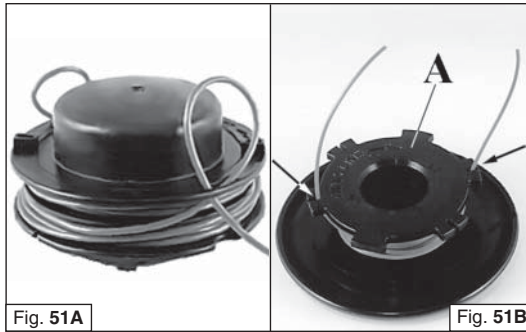
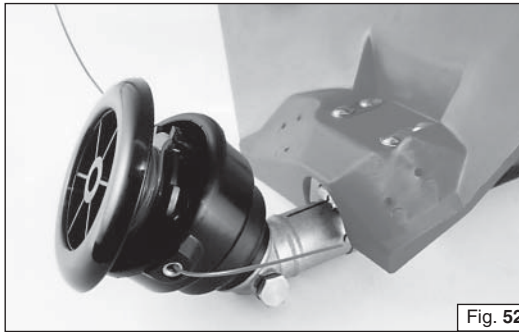

Fig. 51B
Fig. 52
- 3 - Terminato l'avvolgimento del filo, bloccarlo nelle apposite tacche come indicato in Fig. 51 B. Montare la molla. Infilare il filo attraverso gli occhielli (Fig. 52), tirarlo verso l'esterno e sbloccarlo. Bloccare la testina con il pomello.
- 3 - Un vez finalizado el enrollado, bloquee cada hilo en su correspondiente muescas como se indica en la figura 51 B. Instale el muelle, pase el hilo a través de los ojales (Fig. 52), tirelo hacia afuera y desbloquee. Bloquee el cabezal mediante el pomo.
- 3 - Après avoir terminé l'enroulement du fil, bloquer-le dans les entailles spéciales, comme indiqué en la Fig. 51 B. Monter le ressort. Introduire le fil à travers les œillets (Fig. 52), tirer-le vers l'extérieur et débloquer-le. Bloquer la tête avec le pommeau.
- 3 - Nadat de draad gewikkeld is, moet hij worden vastgezet in de gleuven zoals aangegeven op Fig. 51 B. Monter de veer. Steek de draad door de ogen (Fig. 52), trek hem naar buiten en nee blokker. Zet de kop vast met te verdraaien.
- 3 - At the end of the winding, lock in the notches (Fig. 51B). Assemble the spring. Slip the line through the eyelet (Fig. 52), pull it towards the outside and unlock. Lock the head with the knob.
- 3 - Terminado o enrolamento do fio, bloqueie-o nas apropriadas fendas como indicado na Fig. 51 B. Monte a mola. Enfie o fio através dos olhais (Fig. 52) retire-o para fora e desbloquee. Bloqueie o cabeçote com o botão.
- 3 - Den aufgewickelten Faden gemäß den Anleitungen von Abb. 51B in den Schlitten sperren. Die Fader montieren. Faden durch die Ösen (Abb. 52) nach außen ziehen und lösen. Kopf mit dem Kugelknopf arretieren.